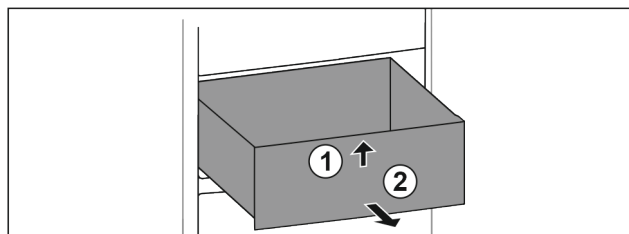

Fig. 118
- ▶ Emelje meg a fiók elejét. Fig. 118 (1)
- ▶ Vegye ki a fiókot előre felé. Fig. 118 (2)